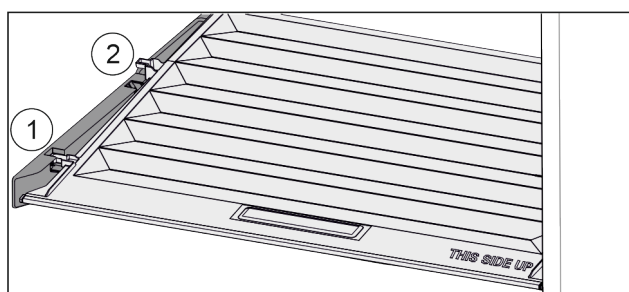

Fig. 84
- ▶ Tirare in avanti il coperchio fino all'apertura nei fermi Fig. 84 (1).
- ▶ Sollevare posteriormente dal basso e togliere verso l'alto Fig. 84 (2).